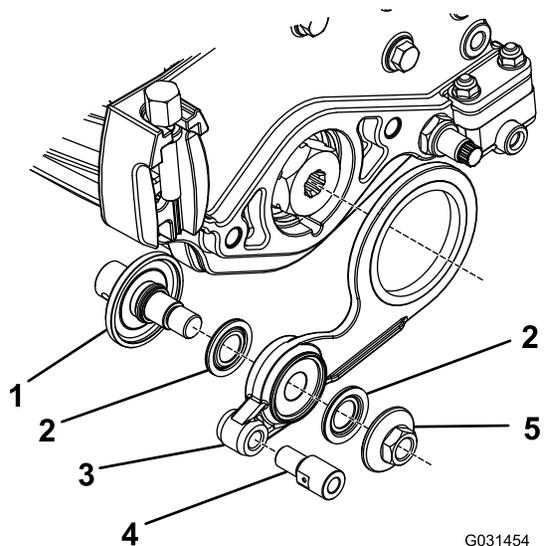

Figura 16
1. Monte as peças soltas no conjunto do rolete como se mostra na Figura 16.
Nota: Instale as peças 1 a 5 pela ordem inversa se estiver a instalar o rolete no lado oposto em Figura 16.